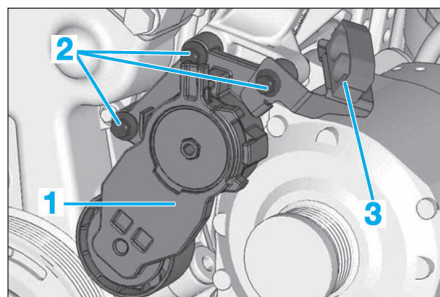

FIG. 14
- les vis de fixation (2) (Fig.14).
- la patte (3)
- le galet tendeur (1)